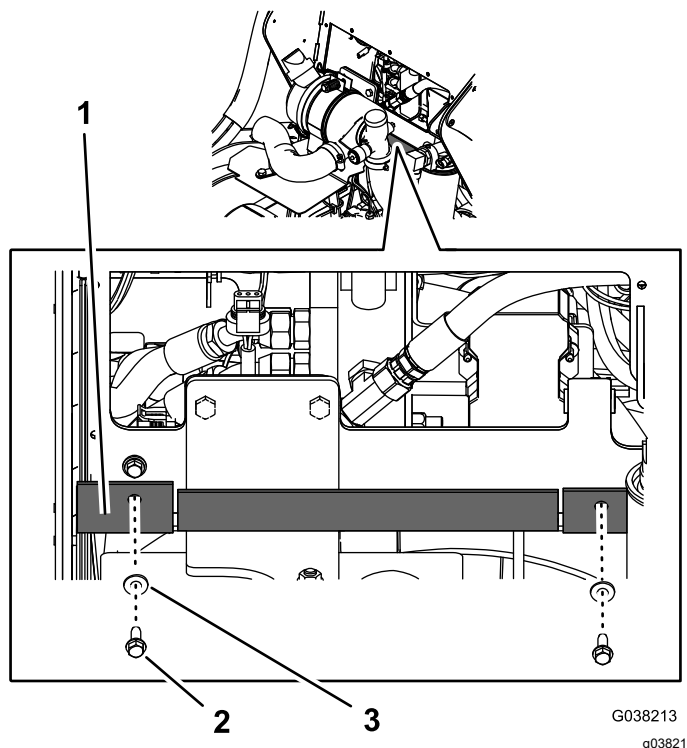

Figura 34
1. Alinee los taladros en el deflector de goma (Figura 34) con los taladros en la parte inferior del bastidor del panel de control.